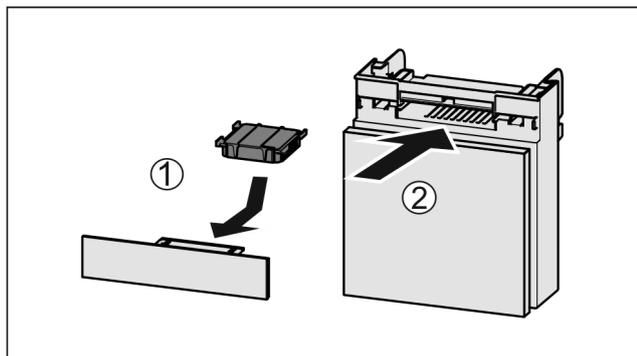

Fig. 44
- ▶ Aktivni ogljeni filter vstavite Fig. 44 (1) skladno s prikazom na sliki.
- ▶ Predal potisnite noter Fig. 44 (2).